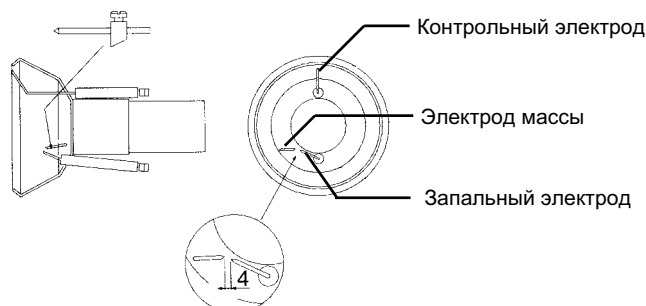
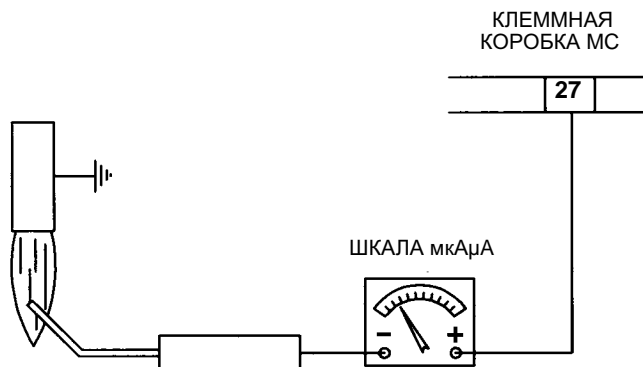
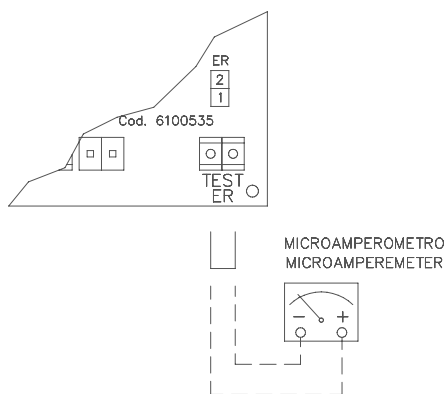

Рис. 56
Рис. 57
Рис. 58
- Проверьте запальный и контрольный электроды, очистите, отрегулируйте и, при необходимости, замените (см. Рис. 56). В случае, если у вас есть сомнения, проверьте систему контроля после запуска горелки, следуя схемам на Рис. 57 - Рис. 58.
Чтобы измерить сигнал детектирования, следуйте схеме на Рис. 57 - Рис. 58.
Для того чтобы проверить течение обнаружения, извлекайте шлямбур между стержнями и соедините Микроамперметр (Рис. 58).